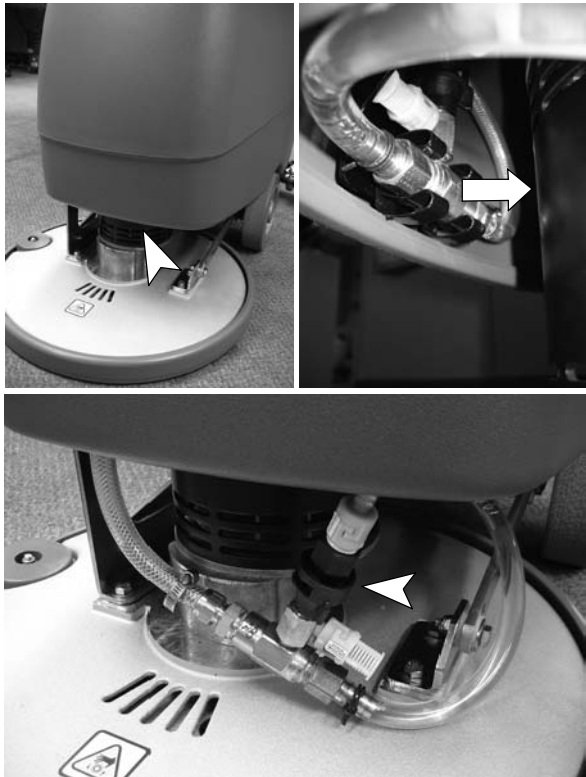

FIG. 48
- 1. Pour accéder à la plaque d'orifice et au filtre, abaissez la tête de brossage et retirez le dispositif d'injection des étriers situés derrière le bord avant de la machine (Figure 48).